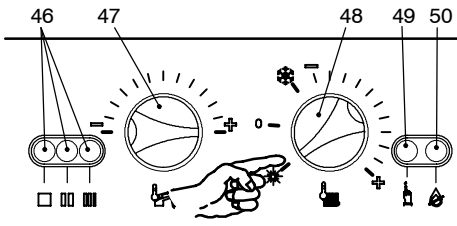
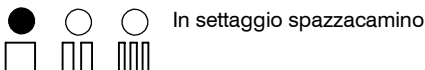
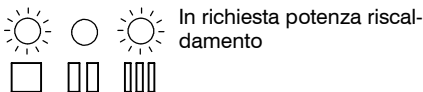

fig. 9.12
fig. 9.13
fig. 9.14
- 1 Alimentare elettricamente la caldaia azionando l'interruttore bipolare previsto nella installazione; la lampada di segnalazione 46 in fig. 9.12 lampeggia velocemente.
- 2 Posizionare il selettore 48 come indicato in fig. 9.12; la lampada di segnalazione 46 lampeggia ad intermittenza circa ogni 2 secondi.
- 3 Tenere premuto il pulsante di ripristino 49 in fig. 9.12 per circa 10 secondi, la lampada di blocco 50 in fig. 9.12 inizierà a lampeggiare.
- 4 Per settare la funzione *spazzacamino* le spie di segnalazione 46 in fig. 9.12 devono essere visualizzate come in fig. 9.13 (legenda spie a pag. 7)
- 5 Ripremere il pulsante di ripristino 49 in fig. 9.12 per circa 5 secondi, la lampada di blocco 50 in fig. 9.12 si spegne, mentre le spie di segnalazione 46 in fig. 9.12 lampeggiano in maniera richiesta potenza riscaldamento fig. 9.14